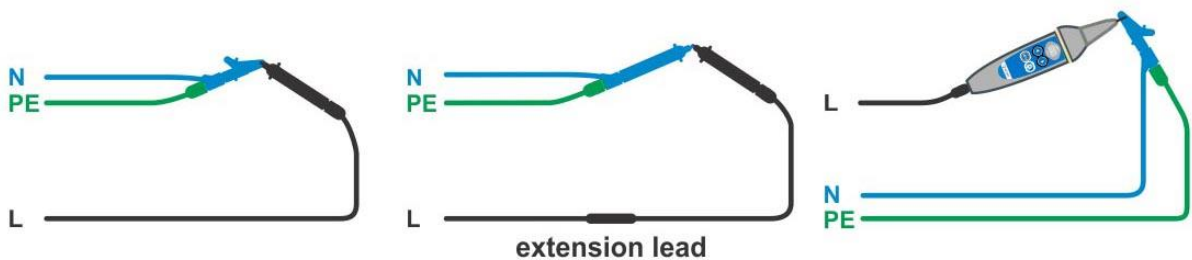

Abbildung 5.13: Kurzgeschlossene Prüfleitungen
- **Schließen** Sie das Prüfkabel am Messgerät an und schließen Sie die Prüfleitungen miteinander kurz, (siehe *Abbildung 5.13*).